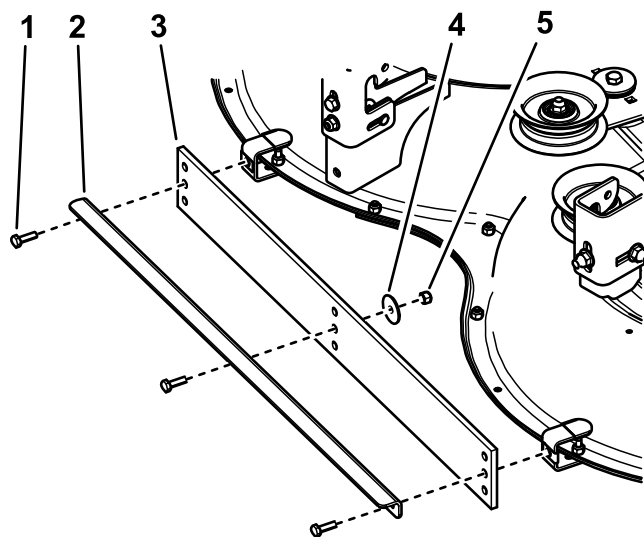

Figura 3
5. Fissate il centro del supporto di ancoraggio al parasabbia usando un bullone, una rondella e un dado (Figura 3).
1. Bullone (3)
6. Montate il parasabbia e il supporto di ancoraggio sulle staffe con i 2 bulloni (Figura 3).